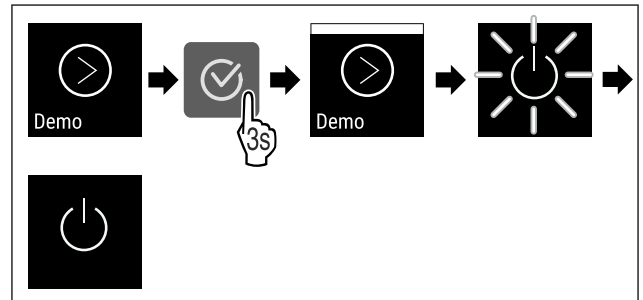

Fig. 110
- ▶ Kryeni hapat e veprimit (shihni Fig. 110).